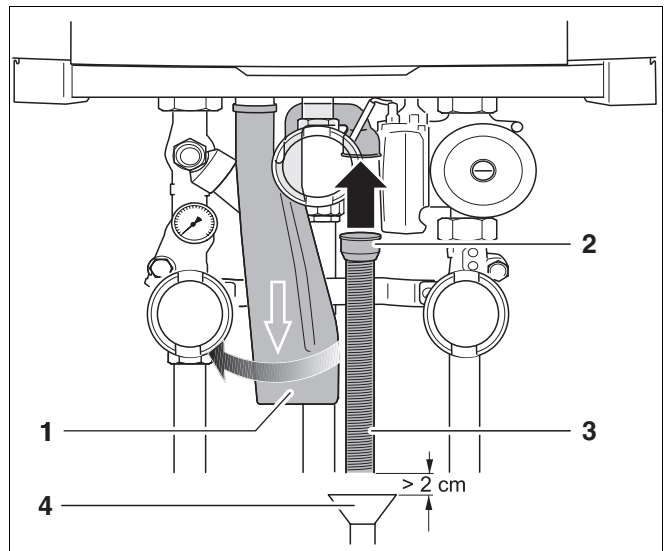

fig. 9 Flexibele slang monteren
- Monteer de flexibele slang (fig. 9, **pos. 3**) en rubberen manchet (fig. 9, **pos. 2**) op de sifon (fig. 9, **pos. 1**). **Optioneel:** de overstort kan optioneel worden voorzien van een gecombineerde condens-aansluitstuk.
- Sluit de condensafvoerleiding (fig. 9, **pos. 4**) aan op de sifon van het cv-toestel.
- De sifon mag geen vaste verbinding met de condensafvoerleiding hebben. De minimale afstand tussen de sifon en de condens-afvoerleiding bedraagt 2 cm (fig. 9).